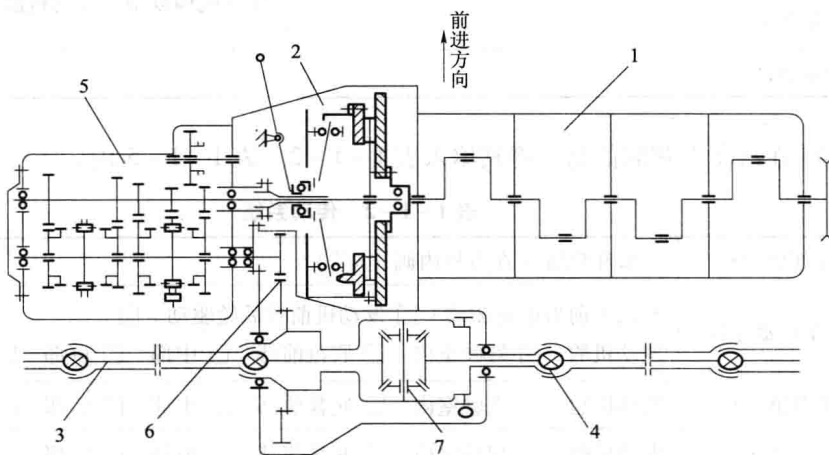
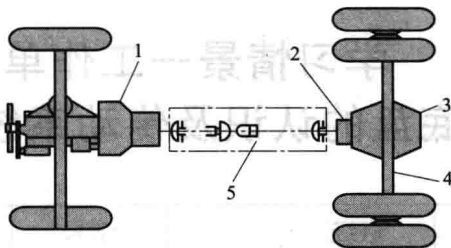

图 1-1-1 机械式传动系统
图 1-1-2 液力机械式传动系统
1. 汽车传动系统常用的类型有机械式传动系统和液力机械式传动系统。写出图 1-1-1 和图 1-1-2 中数字所代表的部件名称。注意两种类型的差异。